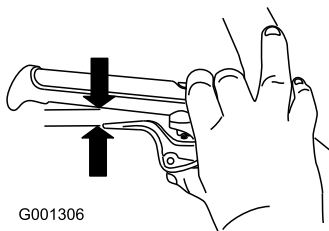

Figura 9
5. Apriete la palanca a fondo, luego compruebe la distancia entre la parte inferior del manillar y el extremo de la palanca del embrague de la rueda (Figura 9).